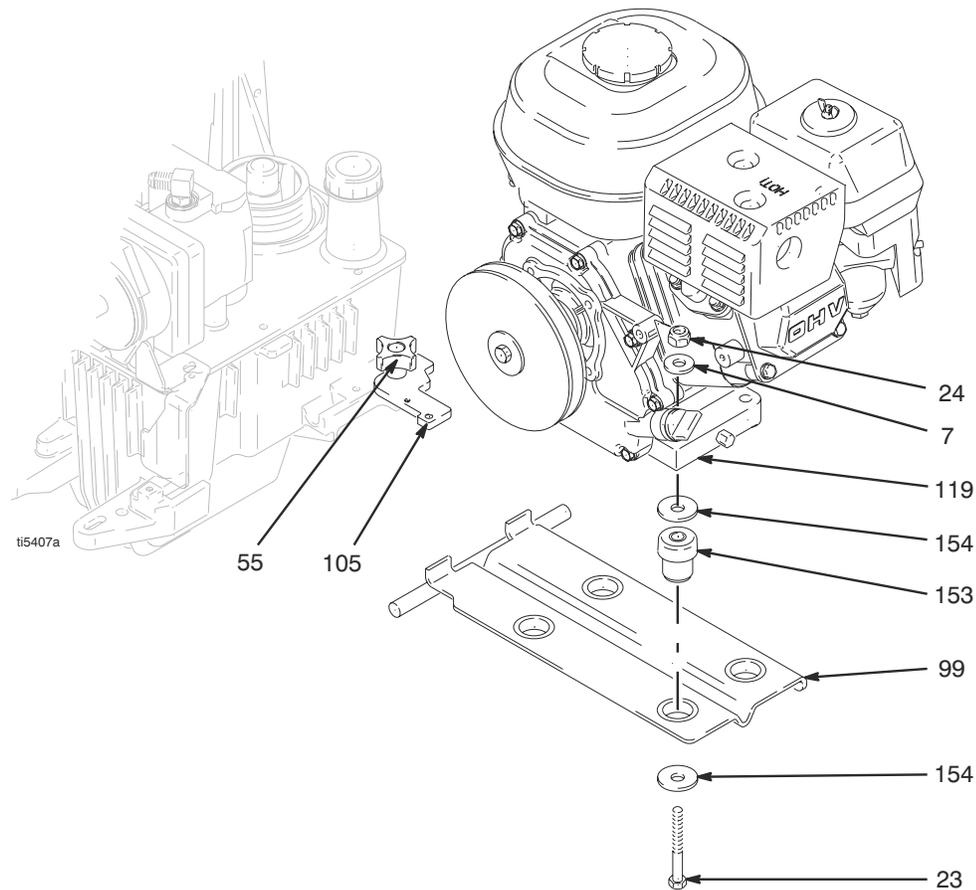

FIG. 4
2. Fig. 4. Afloje el botón del motor (55). Gire hacia afuera el soporte del retén del motor (105).
3. Retire el motor (119) y la placa del balancín (99) del pulverizador.
4. Retire los cuatro tornillos (23), las arandelas (7) y las tuercas (24) y retire la placa del balancín (99), los amortiguadores (153) y las arandelas (154) del motor (119).